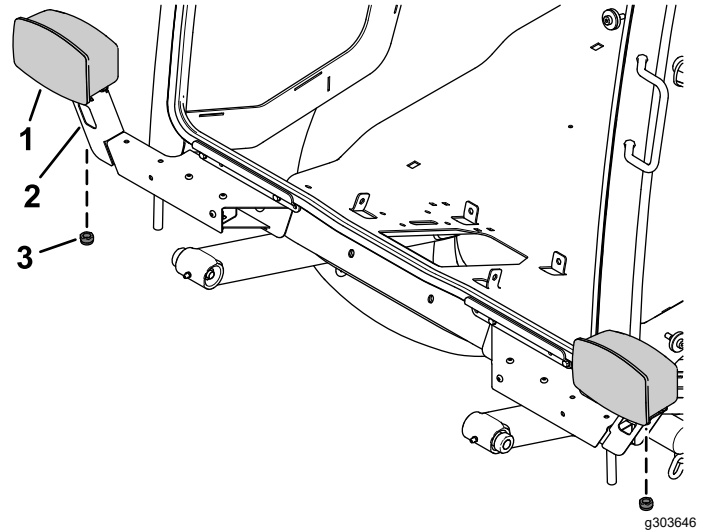

Figuur 15
2. Bevestig de linkerlichtbevestiging en de rechterlichtbevestiging aan de lichtbasissen; gebruik hiervoor 3 balkopschroeven ( $\frac{1}{4}$  inch x  $\frac{5}{8}$  inch) door de plaatmoeren aan elke zijde (Figuur 15).